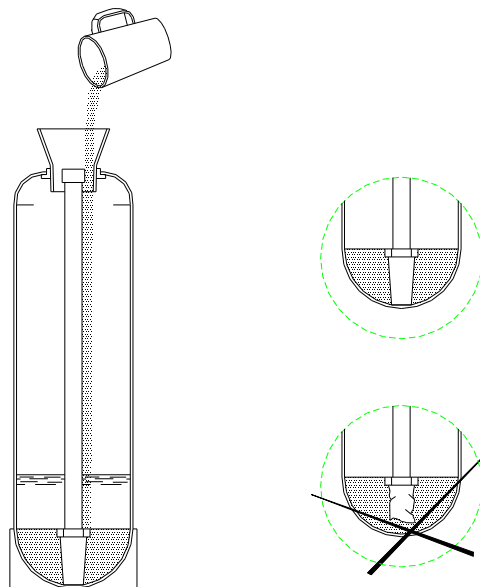

Рисунок 3 — Порядок загрузки фильтрующего материала в корпус фильтра
**ВНИМАНИЕ: ПОСЛЕ ЗАГРУЗКИ ГРАВИЯ НИ В КОЕМ СЛУЧАЕ НЕ ВЫТАСКИВАТЬ ВЕРТИКАЛЬНЫЙ КОЛЛЕКТОР ИЗ КОРПУСА!** Это может привести к поломке дренажного колпачка (нижней распределительной системы) в результате попадания гравия в её посадочное место на дне корпуса (см. рисунок 3).